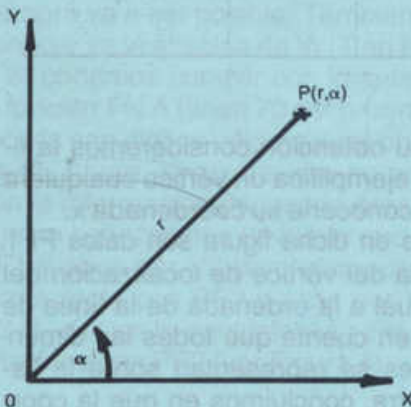

fig. 2
Otro sistema, es el denominado de coordenadas polares. En éste un punto P está determinado por la distancia del punto al origen del sistema y por el ángulo que forma el vector OP y el eje de las abscisas (X), (fig. 2).